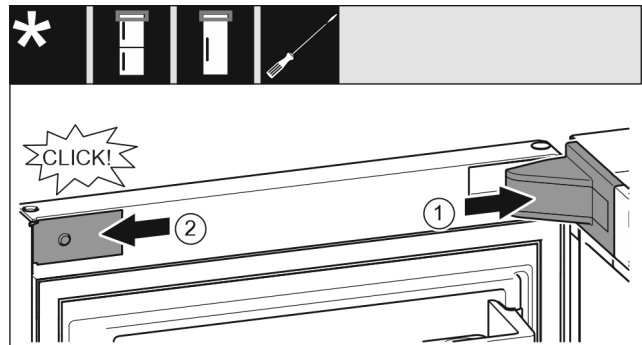

Fig. 22
- ▶ Sätt på lagerbocksskyddet och klicka fast det; skjut ev. försiktigt isär det. Fig. 22 (1)
- ▶ Sätt på panelen på sidan och klicka fast den. Fig. 22 (2)